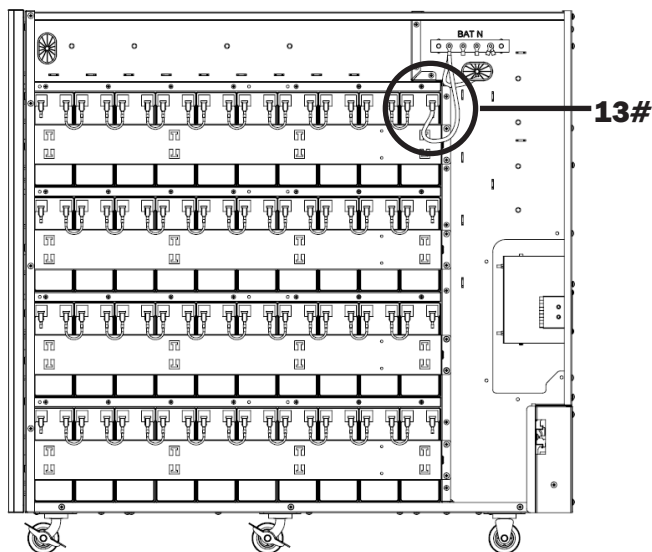

Figure 5-21B
32. Connecter la batterie 11+ du groupe 4 à la barre du bus de la batterie N (BAT N) (Figure 5-21B).